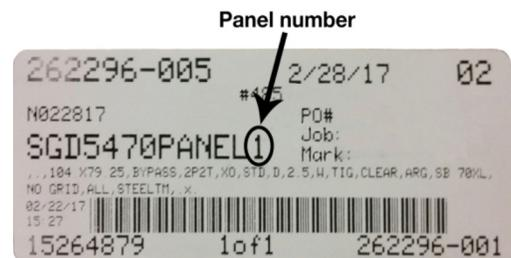

Figura 16
14. Busque la etiqueta de envío en todos los paneles e identificar el número del panel (Figura 16).